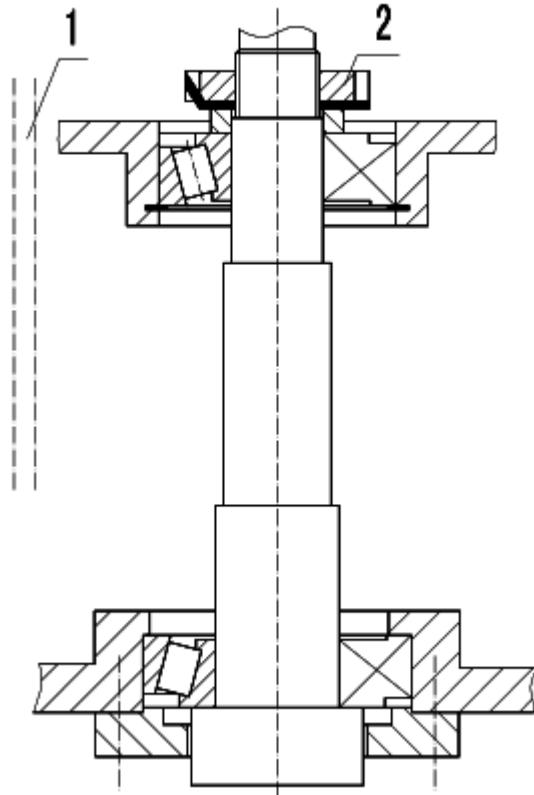

Рис.10
Люфт подшипников шпинделя был отрегулирован до отгрузки станка с завода. Долговременное использование станка вызывает естественный износ подшипников шпинделя и увеличение люфта. Попросите специалиста отрегулировать его. Сначала снимите крышку (1, рис.10) с правой стороны колонны. Прежде всего, отогните зубья плоской стопорной шайбы под круглой гайкой, отрегулируйте круглую гайку (2), сделайте надлежащий люфт шпинделя, затем загните зубья стопорной шайбы, установите крышку (1).